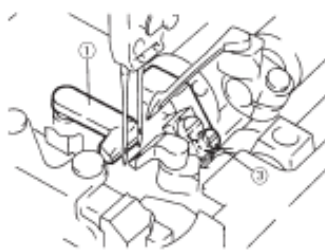

Fig. 14
The right needle and needle guard (rear) (item 1) touch each other slightly with 0 - .05mm clearance between the right needle and the looper point. To adjust, loosen screw (item 3) and turn needle guard (rear) left or right (see Fig. 14).
La aguja de la derecha y el salvagujas (posterior) (artículo 1) se tocan escasamente con 0 - .05 mm de espacio libre entre la aguja derecha y la punta del Engazador. Para ajustar, afloje el tornillo (artículo 3) y gire el salvagujas (posterior) a la izquierda o a la derecha (vea Fig. 14).